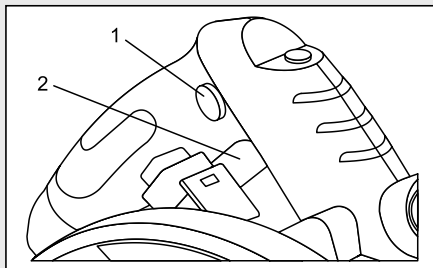

Fig. 11
Le bouton de verrouillage (1) est un dispositif de sécurité conçu pour prévenir la mise en marche accidentelle de la scie (Fig. 11). Vous devez appuyer sur ce bouton avant d'appuyer sur l'interrupteur à gâchette (2).